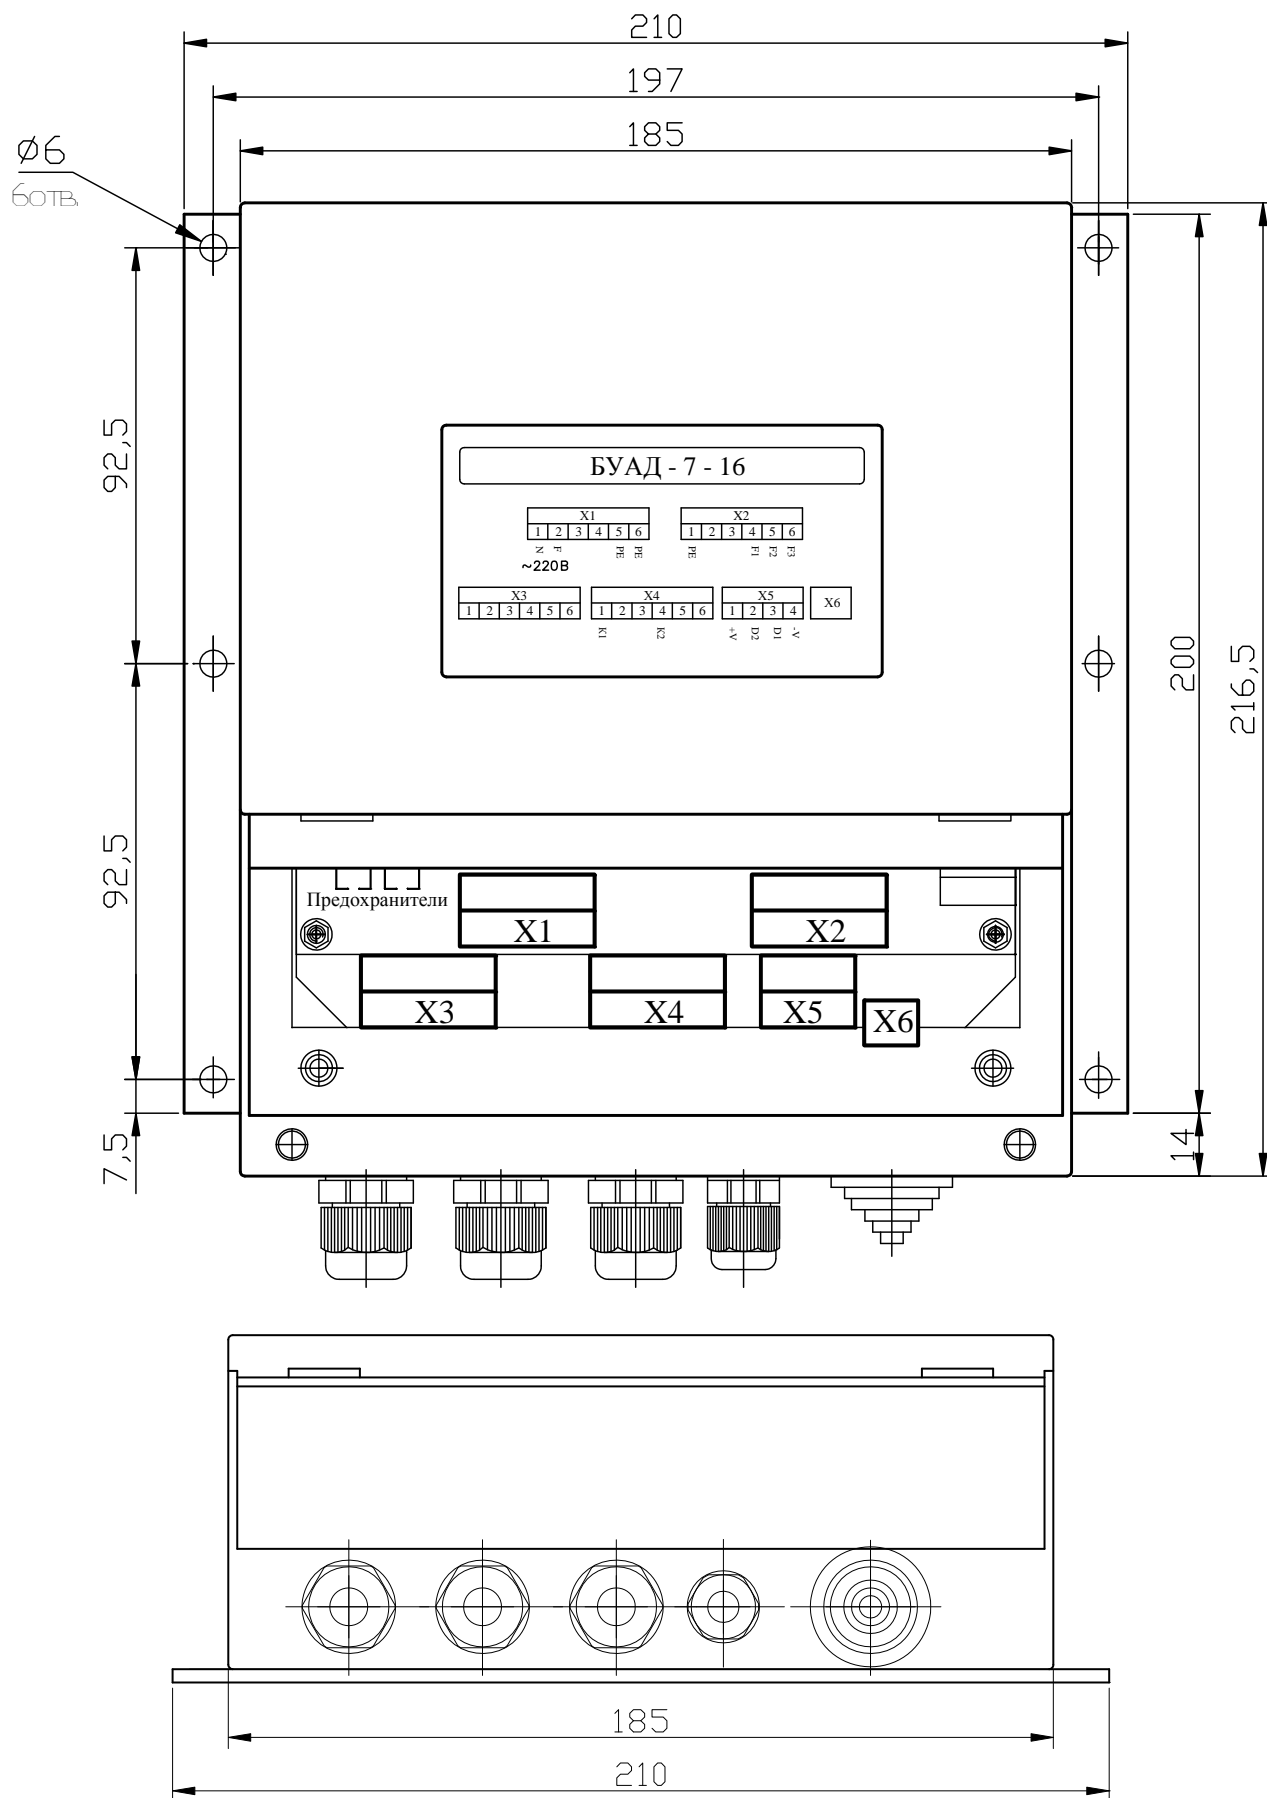

Рис. 7. Вид и размеры Устройства в корпусе.
4.3. Вид *Устройства*, смонтированного в корпус без крышки, закрывающей разъемы, показан на **рис. 7**.